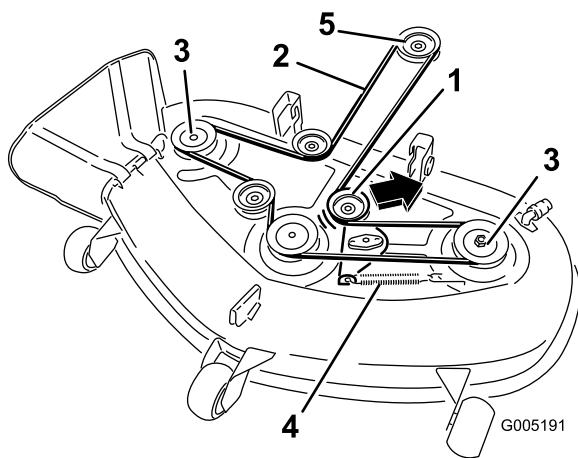

Figura 49
5. Tire de la polea tensora en el sentido que muestra la Figura 49 y retire la correa de las poleas.
6. Pase la correa nueva alrededor de las poleas del motor y del cortacésped (Figura 49).
7. Tire de la polea tensora en el sentido que muestra la Figura 49 y pase la correa por la polea tensora (Figura 49).